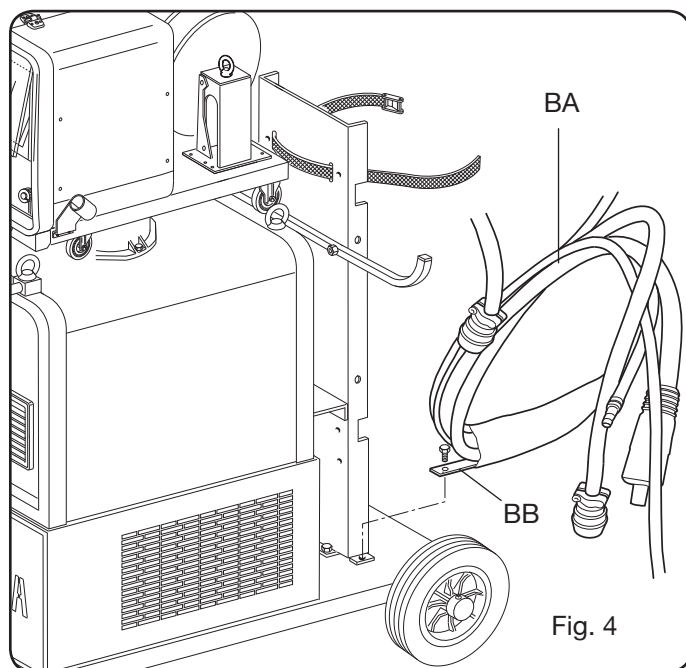

Fig. 4
- Bloccare l'estremità della connessione **BA**, fissando la linguetta **BB** al fondo della macchina come indicato in Fig. 4.